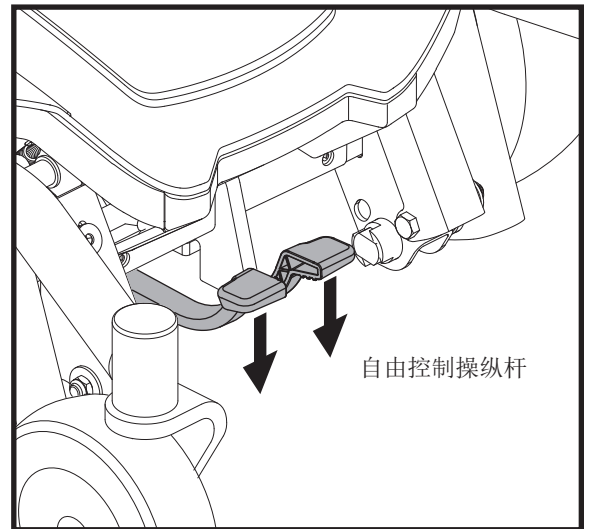

图5. 自由控制模式（断开驱动电机）
3. 将两根控制杆同时向下拉以断开驱动电机（自由控制模式）。见图 5。